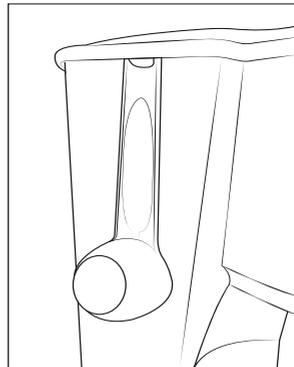

Fig. 4
- 4) Berg de maatlepel 12 op in de koffiekan 6. Als alternatief kunt u de maatlepel 12 aan de zijrand van het waterreservoir 10 ophangen (zie afb. 4):